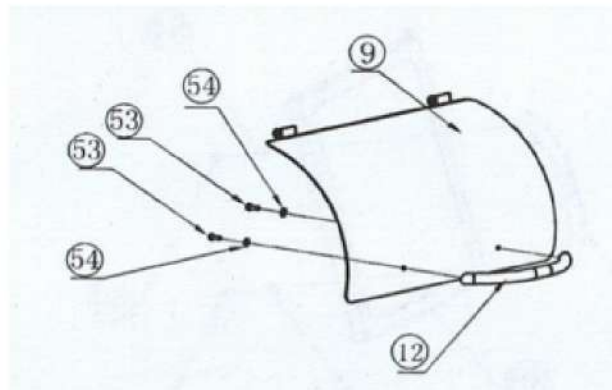

Рисунок 7
Просуньте $\frac{1}{4}$ -20*1/2 (M6x20) болты с шестигранной головкой (53) сквозь шайбы 18x6,5x2 (54) и отверстия крышки (9) и вкрутите их в ручку согласно рис. 7. Затяните ключом. Не перетягивайте болты.